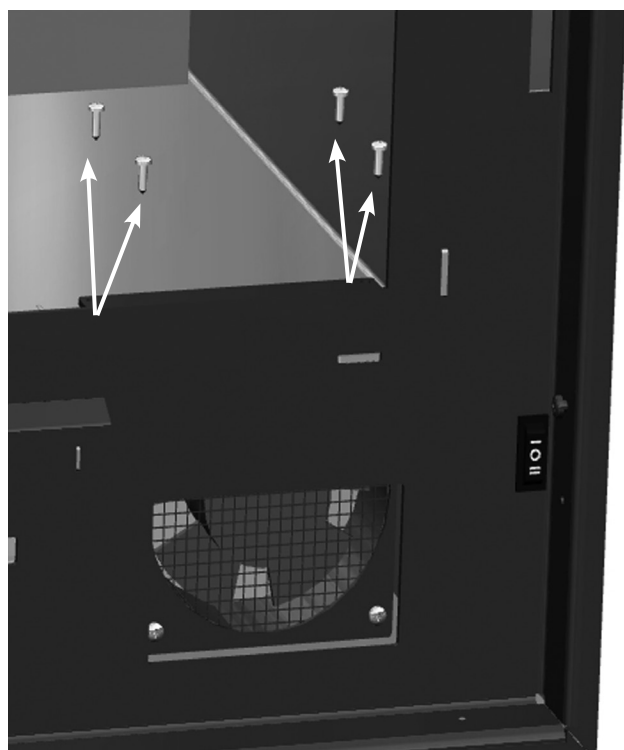
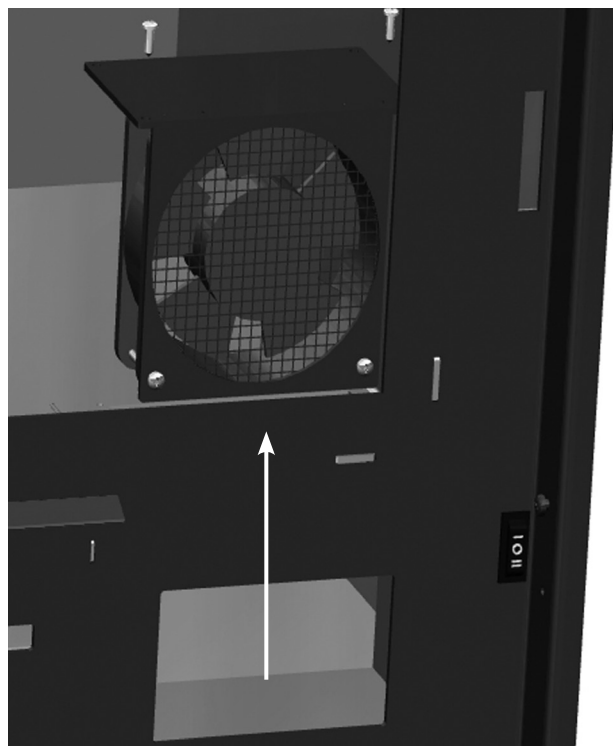

FIG. 2
FIG. 3
2. Allentare le 4 viti superiori che fissano l'insieme del ventilatore ed estrarlo dalla sua sede tirando dolcemente verso l'alto. (Fig. 2 e fig. 3).